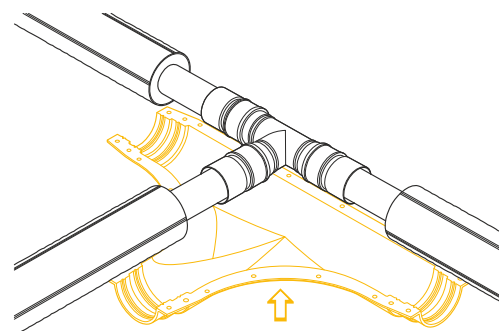

Рис. 4.7.3
3. Расположить нижнюю половину защитного кожуха под изолируемым тройником таким образом, чтобы она плотно прилегала к поверхности труб в местах нанесения герметика (рис. 4.7.3). Зафиксировать конструкцию при помощи подручных средств до завершения процесса монтажа. В качестве подручных средств использовать деревянные бруски, мешки с песком или другие подходящие для этого средства.